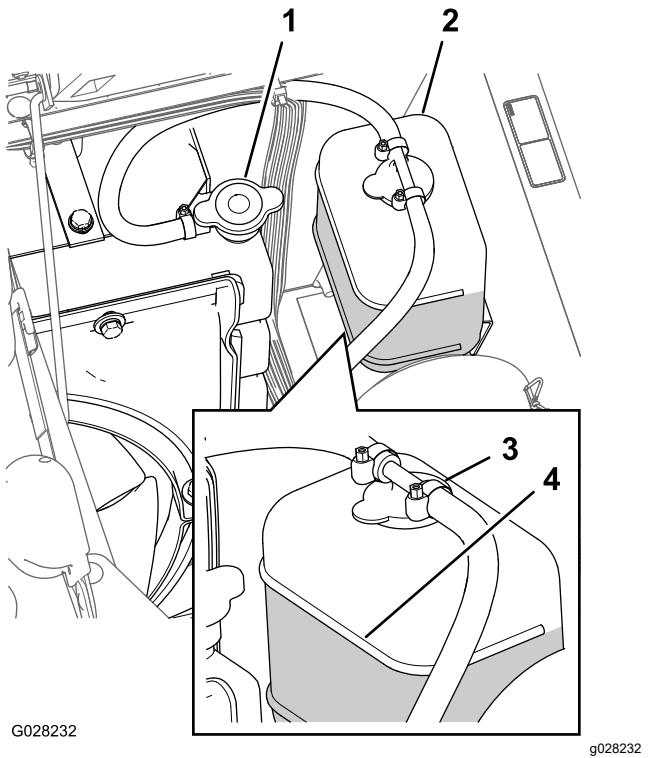

図 103
3. ラジエーターと補助タンクのキャップを注意深く開ける図 103。
- 注** ラジエーターは補給口の首の上部まで、補助タンクはFULLマークまであれば適正です図 103。
5. 不足であれば補助タンクとラジエタ一本体に補給する。ラジエーターは首の部分まで、タンクはFULLマークまで入れる図 103。
6. ラジエーターと補助タンクのキャップを閉める図 103。
2. エンジンが十分に冷えているのを確認してラジエターのキャップを開ける(図 103)。
6. ラジエターキャップを取る図 103。
8. ラジエターのキャップを軽く締めてエンジンを始動する図 103。
10. 冷却液の温度が上昇したら、ラジエターをキャップの縁まで一杯に満たす 図 103。
11. 補助タンクのキャップを開けて、Coldレベルまで冷却液を補充する 図 103。